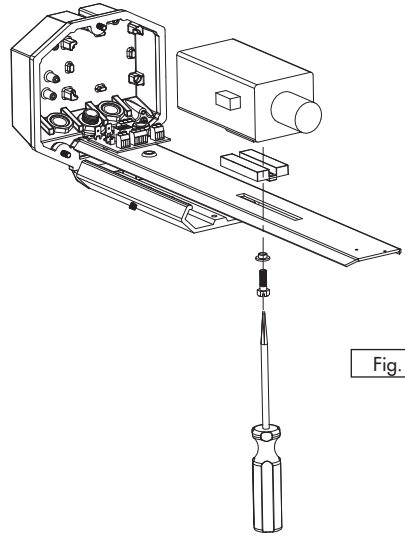

Fig. 2
2. Kamera mit der Schraube 1/4" am internen Schlitten befestigen. Benutzt wird dabei dielisolierbuchse (Fig. 2). Falls erforderlich, kommen die mitgelieferten Distanzstücke und die passenden Schrauben 1/4" zum Einsatz, um Kamera und Optik korrekt unterzubringen.